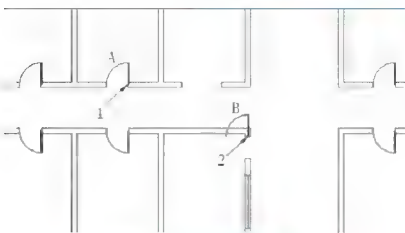

图 2.94 将 A 门复制到 B 处
(1) 用【复制】命令将 A 门复制到 B 处，如图 2.94 所示。
① 单击【修改】工具栏上的【复制】图标（快捷键 C(O)），启动【复制】命令。
② 在选择对象: 提示下，选择 A 门作为被复制的对象，并按 Enter 键进入下一步命令。
③ 在指定基点或 [位移(D)] 位移: 提示下，捕捉 A 门的 1 点作为复制基点。
④ 在指定第二个点或 使用第一个点作为位移: 提示下，捕捉 B 门洞口的 2 点。这样，就将 A 门复制到了 B 门洞口处。
(2) 用【旋转】命令将 B 门旋转到位。
① 单击【修改】工具栏上的【旋转】图标（快捷键 R(O)），启动【旋转】命令。